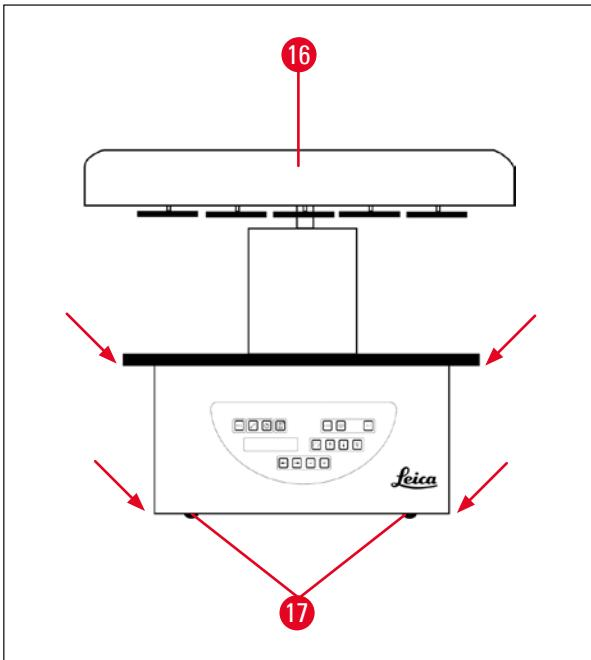

图 12
- 要抬起仪器, 请抓住试剂容器平台或外壳的下端 (→ 图 12) 并抬离底座 (→ 图 11-10)。